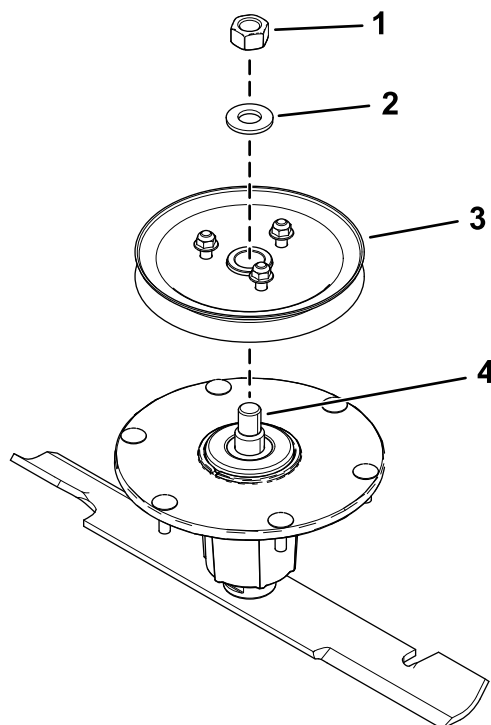

Figure 10
4. Fixez la roue à gorge sur l'axe avec la rondelle et l'écrou supérieur (Figure 10).